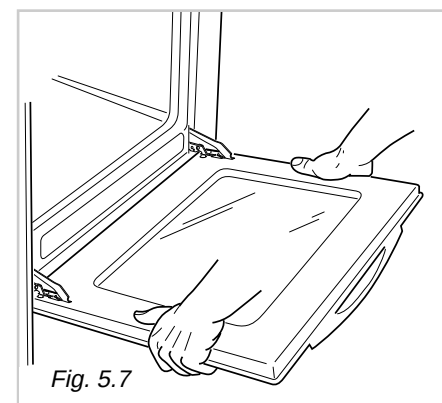
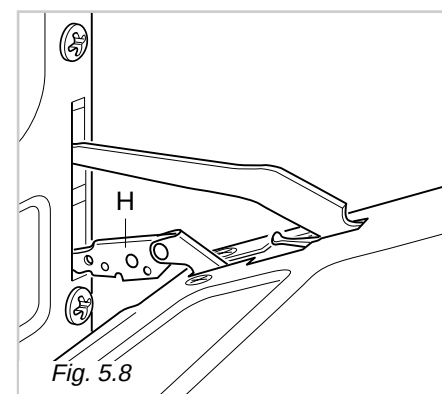

Fig. 5.7
Fig. 5.8
- Coja la puerta (como se indica en la fig. 5.7 y mientras la cierra suelte las dos bisagras como se indica en la fig. 5.8.
- Coja la puerta con ambas manos cerca de las bisagras y levante las palancas “H” con los índices (fig. 5.8).